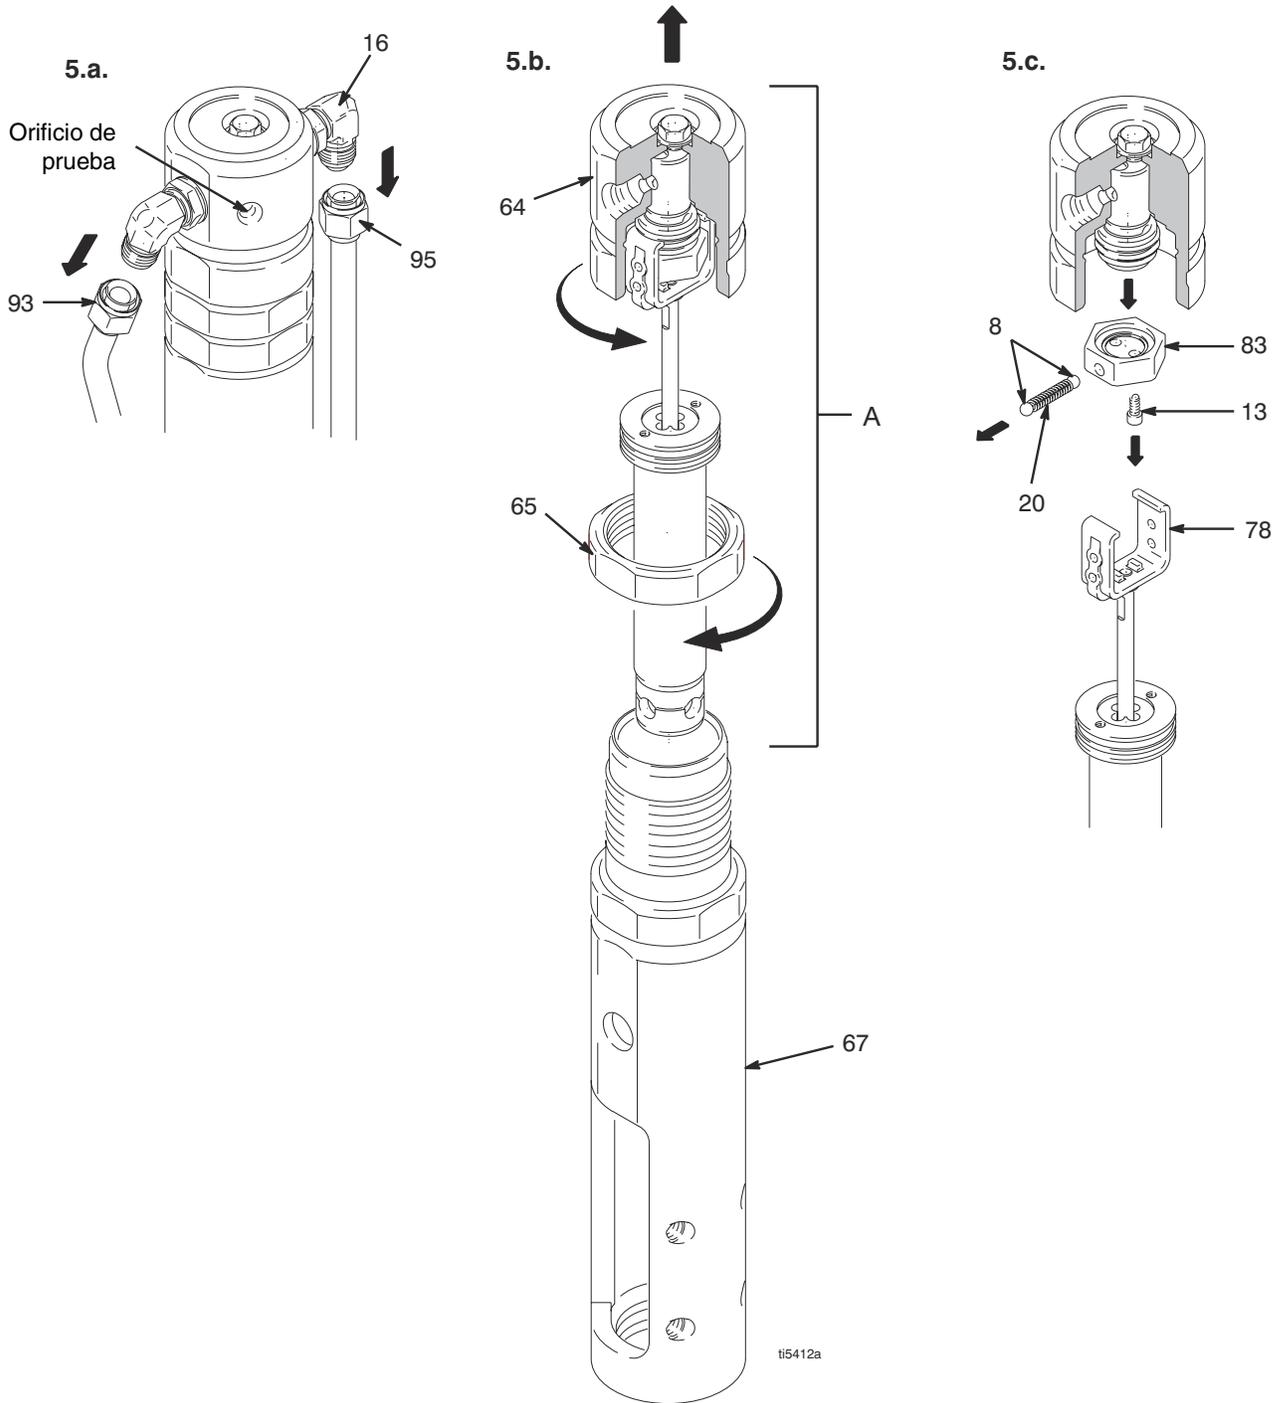

FIG. 5
2. Retire el pasador de la bomba (92) y el clip de retención (120), página 15.
3. Fig. 5. Retire las líneas hidráulicas (93, 95) de los racores (16) de la parte superior izquierda y derecha del motor hidráulico.
4. Afloje la contratuerca (65).
5. Desenrosque y retire la tapa del motor hidráulico (64).
6. Deslice el conjunto de la tapa del eje del pistón/motor hidráulico (A) del cilindro del motor hidráulico.
7. Retire la horquilla (78).
- a. Fig. 5. Sujete la tapa del motor hidráulico en un torno de banco, con el eje del pistón del motor hidráulico dirigido hacia arriba.
- b. Utilice una llave Allen acortada para retirar los dos tornillos (13) del retén del muelle (83). Retire la horquilla, el retén del muelle, el pistón y el conjunto de la varilla de disparo de la tapa del motor hidráulico.
1. Fig. 5. Coloque la tapa del motor hidráulico (64) en un torno de banco.
2. Instale la horquilla, el retén del muelle, el pistón y el conjunto de la varilla de disparo en la tapa del motor hidráulico. Utilice una llave Allen acortada para instalar los dos tornillos (13) en el retén del muelle para sujetar el conjunto del eje del pistón a la tapa del motor hidráulico.
3. Deslice el conjunto del eje del pistón (A) en el cilindro del motor hidráulico (67).
4. Enrosque la tapa del motor hidráulico (64). Desenrosque la tapa del motor hidráulico hasta que la entrada y la salida estén alineadas con los racores de la línea hidráulica y hasta que el orificio de prueba de la tapa del motor hidráulico esté dirigido hacia la protección de la correa (117).
5. Apriete la contratuerca (65) contra la tapa del motor hidráulico (64) a un par de 150 ft-lb (17 N-m).
6. Fig. 5. Instale las líneas hidráulicas (93, 95) en los racores (16) del lado superior izquierdo o derecho del motor hidráulico; apriete a un par de 40 ft-lb (54,2 N-m).
7. Tire lentamente de la cuerda de arranque para alinear los orificios del pasador del motor hidráulico y de la base de bomba (111). Conecte con el pasador de la bomba (92); instale el clip del retén (120), página 15.